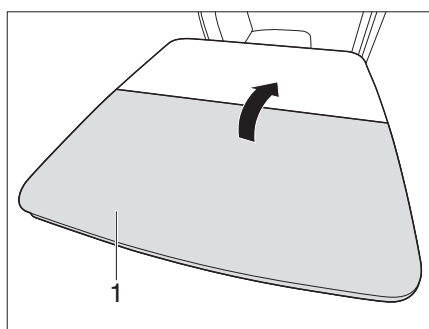

Fig. 121 Aprire il tavolo ribaltabile
- Richiudere la metà del tavolo (Fig. 121,1).